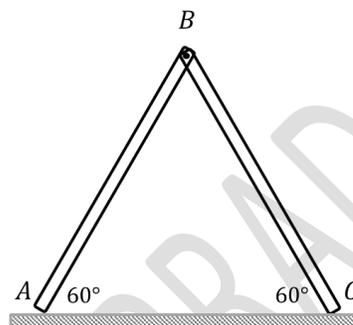

Fig. 6.1.
6.1.- Dos tableros lisos están articulados en la parte superior y se equilibran como lo indica la Fig. 6.1. Esta articulación no posee rozamiento. Cada tablero tiene una masa de 20 (kg) y una longitud de la arista transversal de 1.5 (m) y forman un ángulo de 60° con el suelo. Determinar el coeficiente de roce estático que mantiene el sistema en equilibrio.